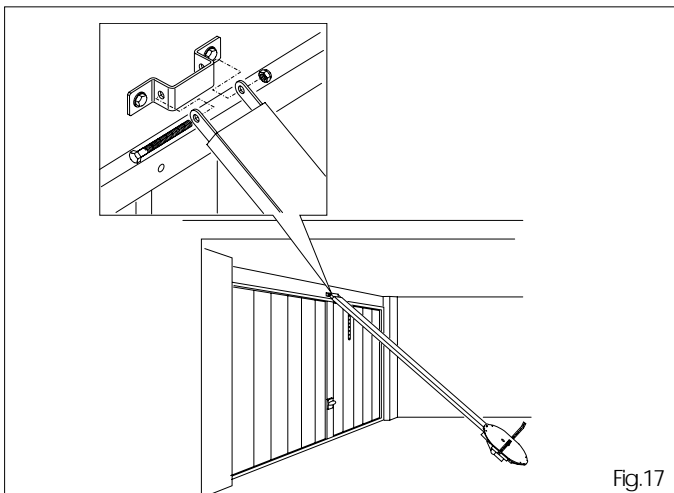

Fig.17
6.6 Posizionare l'operatore a terra, sollevare il longherone di scorrimento e posizionarsi in prossimità della staffa; introdurre la vite e serrare il dado (fig.17).